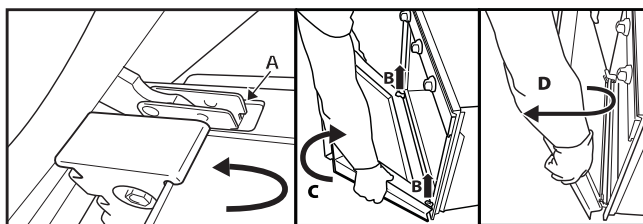

Fig. 2
3. Feche a porta o mais possível (A), levante a porta (B) e rode-a (C) até ficar solta (D) (Fig. 2).